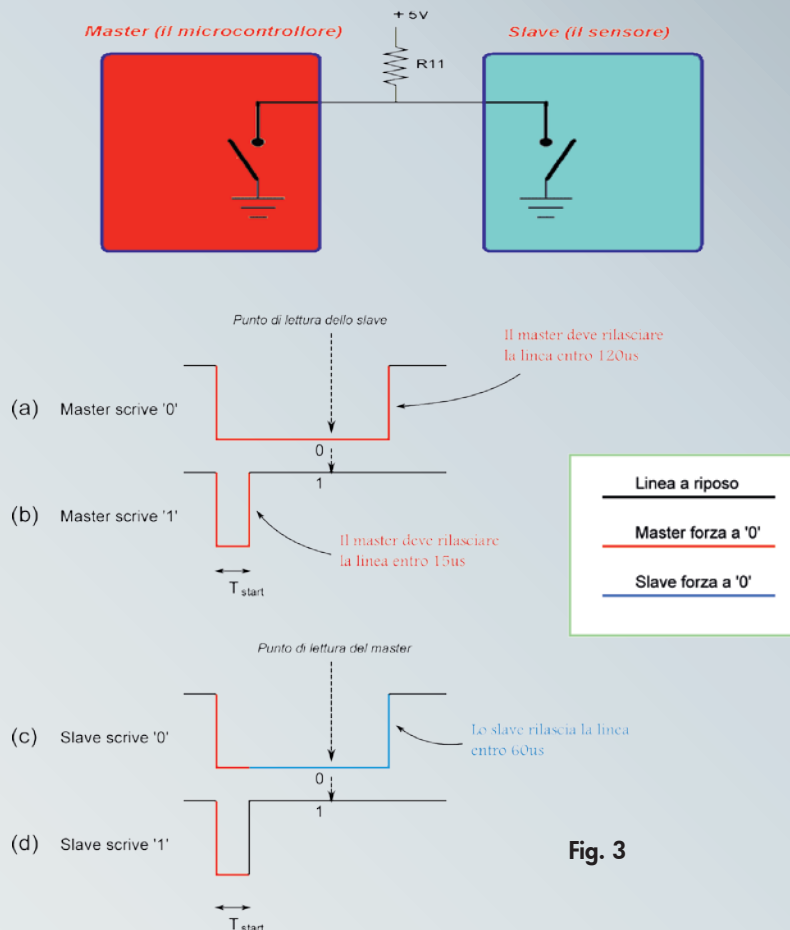

Fig. 3
Tutti i moduli LCD hanno un piedino (VO) per mezzo del quale, applicando una opportuna tensione, si può regolare il contrasto dei cristalli liquidi del display. Alcuni moduli necessitano di una tensione negativa rispetto a massa, mentre il nostro modello richiede, a temperatura ambiente (in tutti gli LCD il contrasto varia con la temperatura), di applicare su VO una tensione di circa 200mV. Tale tensione è ricavabile agendo sul trimmer R9: regolate tale trimmer sino a quando non vedrete apparire la videata di Fig. 3 (se avete caricato nel micro il programma "ProvaDisplay"), oppure quella di Fig. 5 (se il display non è stato inizializzato, magari perché il programma caricato non lo prevede). Se invece il contrasto non è regolato bene il display avrà:
Il protocollo di comunicazione è stato battezzato "1-Wire" ad intendere che la trasmissione dei dati (anche bidirezionale) tra due dispositivi avviene utilizzando un'unica linea. Per fare questo è necessario che i due dispositivi siano in grado di forzare la linea a massa per scrivervi lo '0' logico, mentre per avere l'"1" logico i dispositivi rilasciano la linea (come se si scollegassero fisicamente), ed in essa viene a stabilirsi il livello alto grazie ad un resistore di *pull-up* esterno (sulla demoboard è R11). Il disegno dei due dispositivi nella Fig. 3 riassume questi concetti: la linea è a '0' se anche uno solo degli interruttori è chiuso, mentre per portarsi a '1' (lo stato di *riposo*) entrambi gli interruttori debbono essere aperti.
In tal modo viene anche scongiurato il pericolo di avere una condizione di *conflitto* che si potrebbe invece verificare se i dispositivi fossero anche in grado di applicare il livello logico '1' alla linea collegandola direttamente al +5V (invece di affidarsi al pull-up esterno): se uno di essi forzasse tale stato mentre l'altro dispositivo pilota nel contempo la linea verso massa, si verificherebbe un cortocircuito sull'alimentazione! Dalle forme d'onda (a, b, c, d) della Fig. 3 si osserva che l'inizio
- 1) micro → DS18B20. Il micro rilascia subito la linea (che torna alta) se vuole trasmettere un '1' (Fig. 3 - b), oppure la tiene ancora bassa per un certo tempo sufficiente affinché il sensore possa leggere lo '0' logico (Fig. 3 - a);
- 2) DS18B20 → micro. Il micro rilascia subito la linea e si pone in lettura, poiché la linea può ancora essere bassa in quanto è il sensore che nel frattempo è passato a forzarla in quello stato, per trasmettere uno '0' logico (Fig. 3 - c). Se invece, appena rilasciata dal micro la linea torna subito alta, il sensore vuole trasmettere un '1' (Fig. 3 - d).
Si comprende pertanto come sia possibile comunicare un dato in maniera bidirezionale; l'unico punto critico è il rispetto delle tempistiche da parte del master: esso infatti deve fornire un impulso di "inizio bit" di breve e precisa durata ( $T_{start}$  in Fig. 3), in quanto il datasheet del sensore impone che debba essere maggiore di  $1\mu s$  e minore di  $15\mu s$ , in quanto dopo tale tempo sulla linea viene imposto il valore vero del bit dal dispositivo che in quella fase deve scrivere. Anche la durata complessiva del ciclo ha limiti precisi: nel caso in cui il master scriva '0', entro  $120\mu s$  deve comunque rilasciare la linea. Queste considerazioni sono da tenere presenti quando scriviamo il programma, in quanto dobbiamo preventivamente conoscere la frequenza di lavoro della CPU per regolarci nel calcolo delle funzioni di ritardo in modo da rispettare le tempistiche sopra descritte. Se scegliamo ad esempio di utilizzare il quarzo esterno da  $16MHz$  (e dimensioniamo di conseguenza i ritardi), il programma non potrà poi comunicare con la sonda se mettiamo sulla scheda un quarzo da  $8MHz$ !